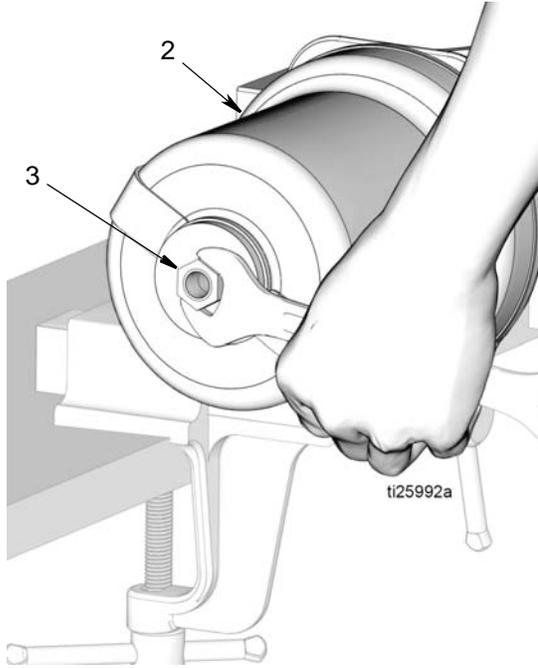

图 54
- e. 将活塞防松螺母 (3) 拧入气缸 (2) 顶部, 如图 54 所示。用扳手拧紧螺母。用 15-17 磅英尺 (20.3-23.1 N•m) 的扭力拧紧。